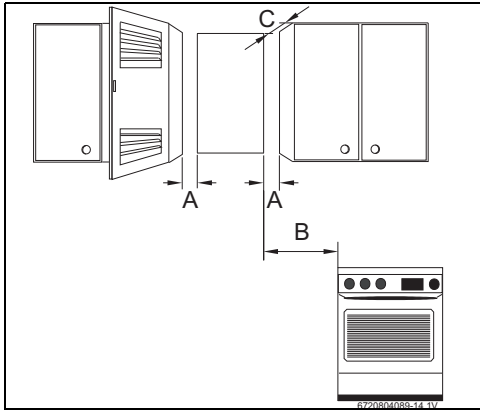

Fig. 12 Distanze minime
- ▶ Rispettare le misure minime di installazione riportate nella Fig. 12.
- ▶ Garantire la buona accessibilità per i lavori di manutenzione, rispettando le distanze minime indicate nella Fig. 12.